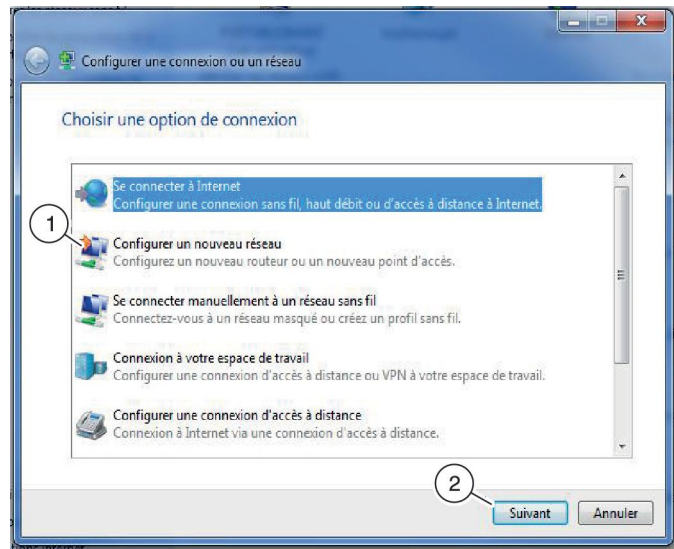

Fig. 54 : Configuration d'un nouveau réseau
3. ▶ Mettre en surbrillance « Configurer un nouveau réseau » (Fig. 54 /1) et cliquer sur « Suivant » (Fig. 54 /2) pour le sélectionner.